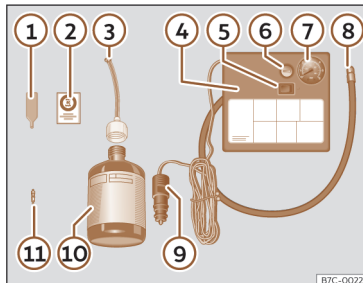

Fig. 240 Representação standard: conteúdo do kit antifuros.
O kit antifuros está localizado na bagageira, por baixo do revestimento do piso. Inclui os seguintes componentes >>> **Fig. 240:**
- Desenrosque a proteção e o obus da válvula do pneu. Utilize o aparelho >>> Fig. 240 ① para retirar o obus. Coloque-o numa superfície limpa.
- Agite com força a garrafa de vedante de pneus >>> Fig. 240 ⑩.
- Enrosque o tubo de enchimento >>> Fig. 240 ③ na garrafa de vedante. O selo da garrafa partir-se-á automaticamente.
- Remova o tampão do tubo de enchimento >>> Fig. 240 ③ e enrosque a extremidade aberta do tubo na válvula do pneu.
- Volte a colocar o obus com o aparelho >>> Fig. 240 ① na válvula do pneu.
- Enrosque o tubo de enchimento do pneu do compressor >>> Fig. 240 ⑧ na válvula do pneu.
- Verifique se o parafuso de evacuação de ar está fechado >>> Fig. 240 ⑥.
- Ligue o conector >>> Fig. 240 ⑨ a uma tomada de corrente de 12 volts do veículo >>> Página 256.
- Ligue o compressor de ar com o interruptor ON/OFF >>> Fig. 240 ⑤.
- Cole o autocolante >>> Fig. 240 ② no painel de instrumentos, dentro do campo visual do condutor.
>>> Fig. 240 ⑧ e verifique a pressão no manómetro ⑦.